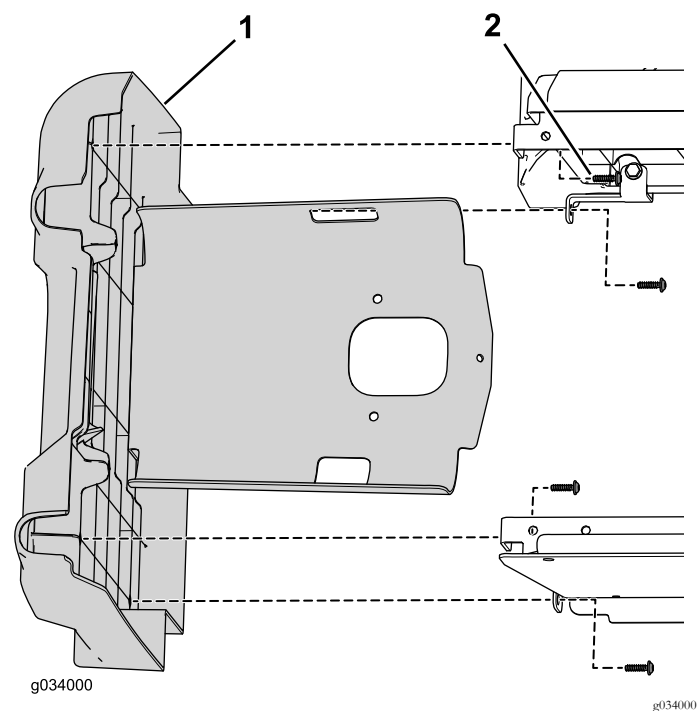
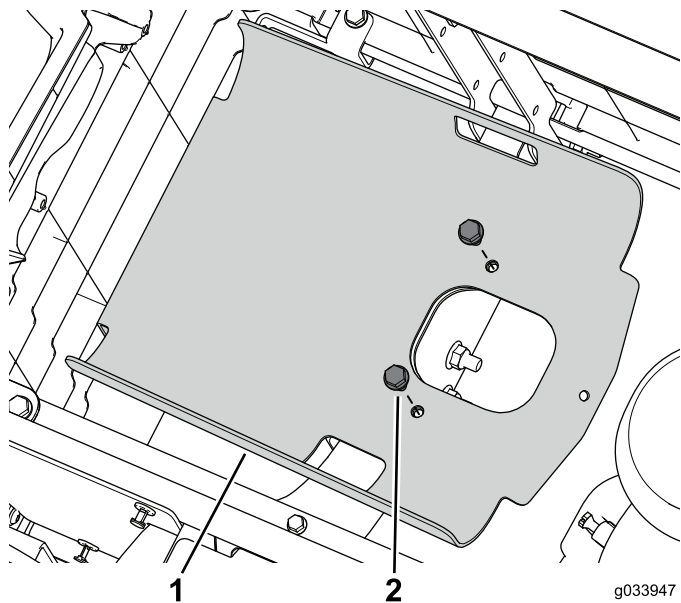

Figure 46
Figure 47
4. Avec les fixations que vous avez retirées précédemment, reposez le panneau gauche d'origine sur les panneaux de base de siège arrière (Figure 46 et Figure 47).